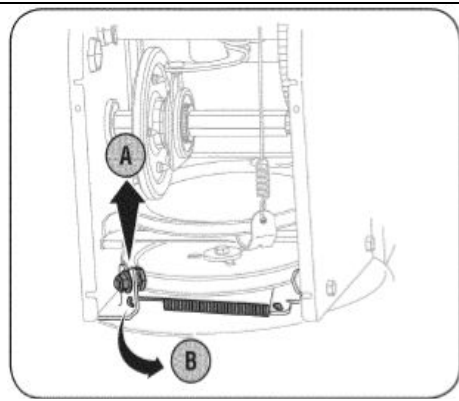

Рис. 25
6. Снимите ремень следующим образом (См. Рис. 25):